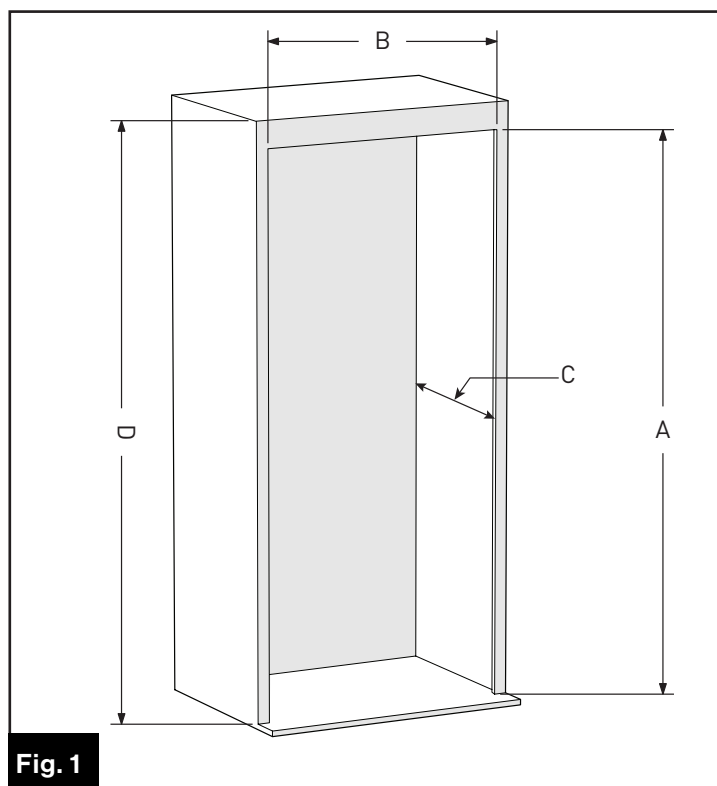

Fig. 1
2. Marquez et découpez une zone ouverte sur le mur selon les dimensions indiquées sur la figure 1.